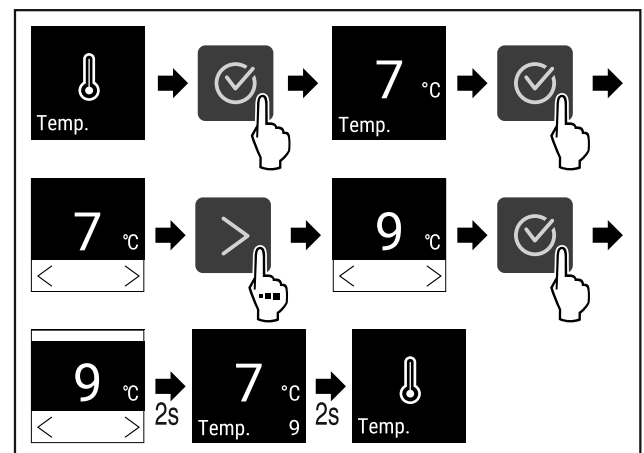

Fig. 66 Temperaturwechsel von 7°C auf 9°C
▶ Handlungsschritte (siehe Fig. 66) durchführen.